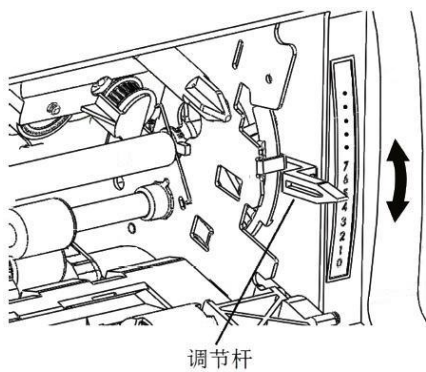

图 3
3) 上纸前请按图 3 所示，根据纸张的厚度调整调节杆位置。调节方法见本章 2-4。